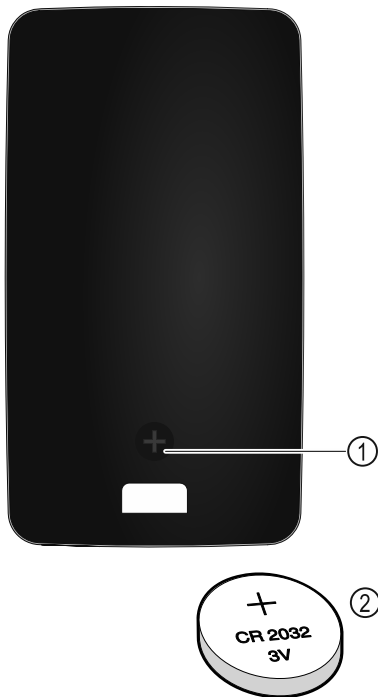

Fig. 230
Napájení dálkového ovládání proudem probíhá pomocí baterie typu CR 2032 na 3 V Fig. 230 (2), jakou lze běžně obdržet v dané prodejně.
- ▶ Vyšroubujte šroubek Fig. 230 (1) na zadní straně dálkového ovládání.